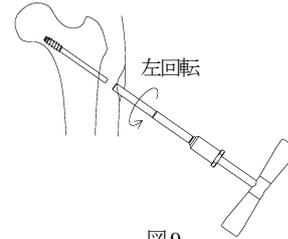

図9
- 2) Tハンドルに接続した摘出ボルトを押し付けながら左回転でスクリューに噛み合わせ、そのまま左回転にてスクリューを抜去します。(図9)